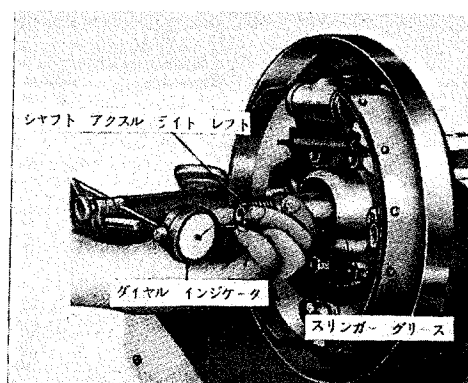

図10-5 リヤアクスルシャフトのエンドプレー測定
次に、図10-5に見られる様に、リヤアクスルシャフトのエンドプレー(軸方向の遊隙)を測定して見ます。此れはもしベアリングを点検して、交換せずにそのまま使用する場合の調整量を知る事が出来、組立の場合のシムの抜き取り量(厚さ)が定まります。(シムは右側のみに挿入されている)
- iv) 4) 次に分解時に行ったと同様にアクスルシャフトのエンドプレー (軸方向の遊隙) を測定します。(1)項及び図 10-5 参照) 若しもエンドプレーが "0" の場合はベアリングを締付け過ぎておりますから、アジャスチングシムを適量増して再度測定を行い修正